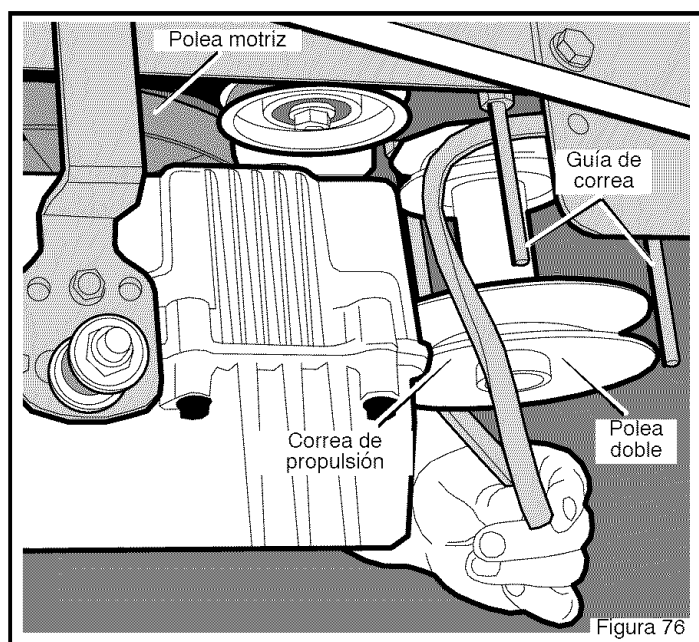

Figura 76
7. Deslice la parte posterior de la **correa de propulsión** por encima de la **polea motriz** y que salga por delante de la transmisión. Luego, jale la **correa de propulsión** hacia abajo entre las **guías de correa** y la **polea doble** (Figura 76).